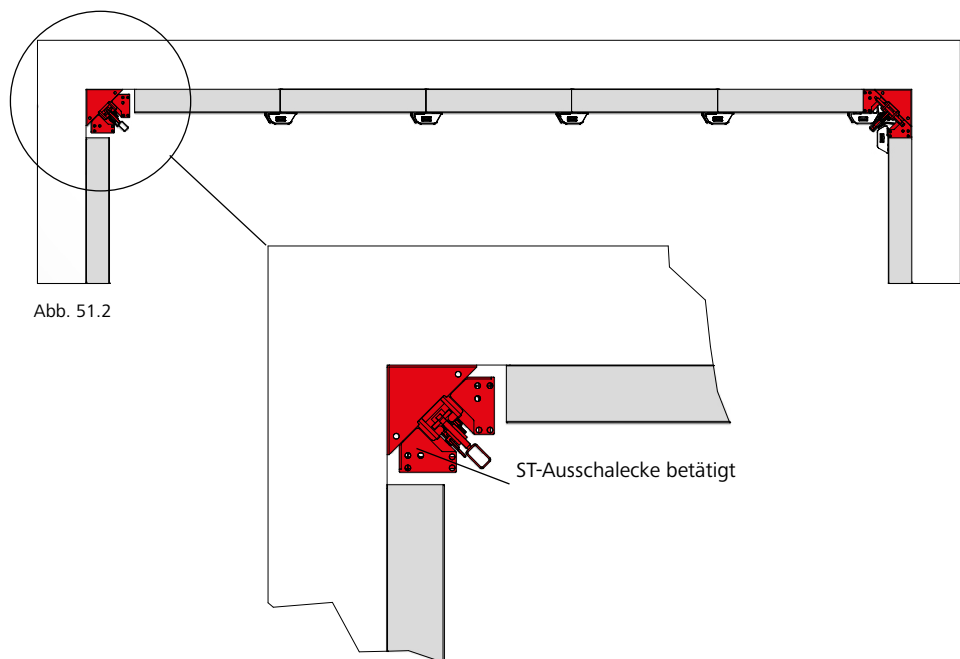

Abb. 51.2
2. ST-Ausschalecke betätigen (Abb. 51.2 und Seiten ST-XT-48 bis -50).